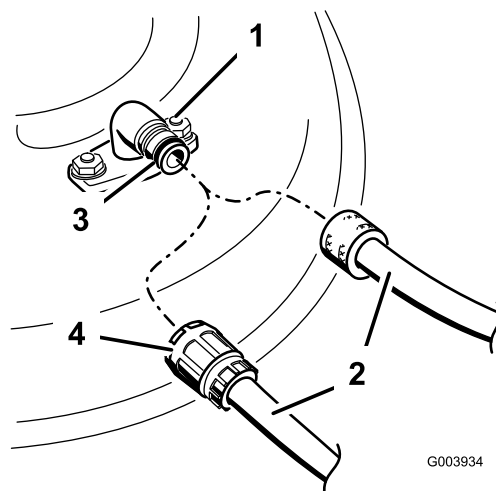

Figure 68
3. Branchez le raccord du flexible à l'embout de lavage du carter de tondeuse et ouvrez l'eau en grand (Figure 68).